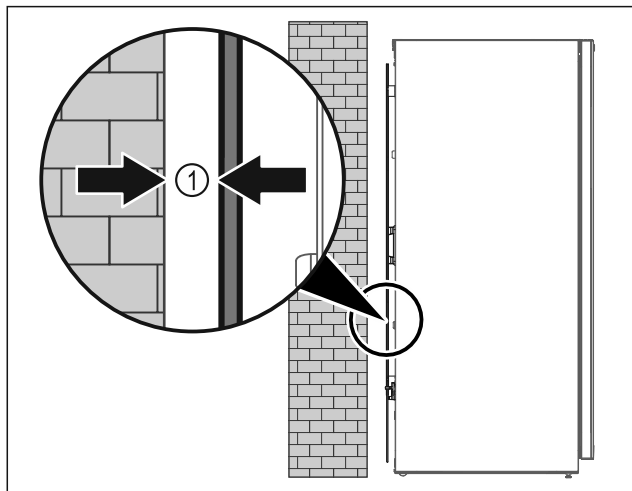

Fig. 10
- Ställ upp apparaten fritt i rummet eller direkt mot en vägg med ett minimiavstånd på 5 mm Fig. 10 (1) från väggen.